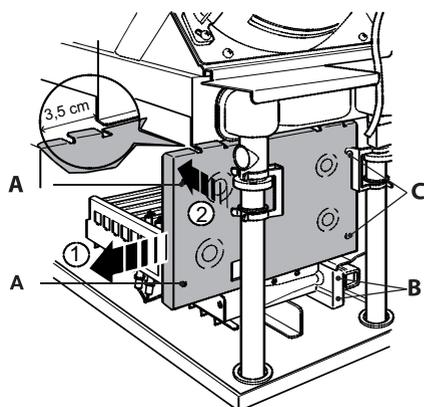
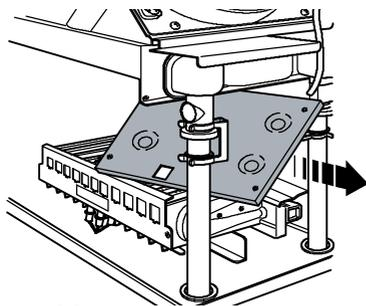

Рисунок 8.1
Рисунок 8.2
- Открутите винты «А» (Рисунок 8.1) и сдвиньте влево боковую панель камеры сгорания.
- Открутите винты «В» (Рисунок 8.1) и снимите дефлектор.
- Открутите винты «С» (Рисунок 8.1) и снимите переднюю панель камеры сгорания, сместив ее в сторону приблизительно на 3,5 см, повернув внутри камеры сгорания и вытянув вперед (Рисунок 8.2).